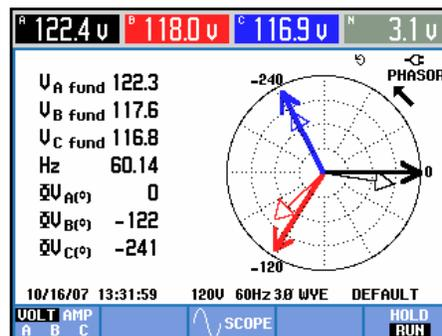

Abbildung 6-3. Vektordiagramm eines korrekt angeschlossenen Analysators
Zur Überprüfung, ob Spannungsleitungen und Stromzangen korrekt angeschlossen sind, verwenden Sie Oszilloskop – Signalform und Oszilloskop – Zeiger. Im Vektordiagramm müssen nacheinander die Phasenspannungen und -ströme L1 (A), L2 (B) und L3 (C) angezeigt werden, wenn Sie diese im Uhrzeigersinn verfolgen, wie in Abbildung 6-3 dargestellt. Dieser Vektordiagrammtyp wird nach dem Zurücksetzen des Analysators auf seine Werkseinstellungen angezeigt, siehe Beschreibung auf Seite 4-5.